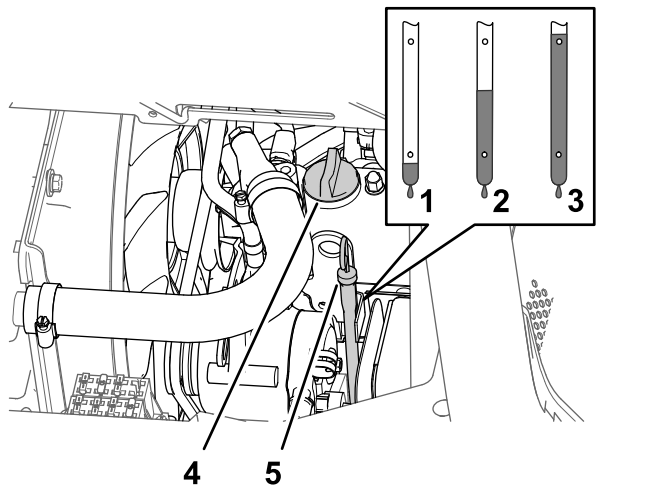

Figura 114
5. Retire el tapón de llenado de aceite del cuello de llenado de la tapa de válvulas del motor (Figura 114), y vierta lentamente el 80% aproximadamente de la cantidad especificada de aceite por el cuello de llenado.
6. Retire la varilla y compruebe el nivel de aceite del motor (Figura 114).
7. Añada lentamente más aceite del tipo especificado para que el nivel llegue a la marca Lleno de la varilla (Figura 114).
8. Instale el tapón de llenado de aceite en el cuello de llenado y la varilla en el tubo de la varilla (Figura 114).